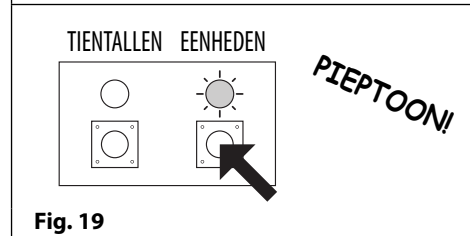

Fig. 19
2. Gebruik de knoppen 'eenheden' om de unit-ID in te stellen; om de unit-ID bijvoorbeeld op 5 te zetten moet u 5 keer op de knop 'eenheden' drukken (telkens nadat u op de knop hebt gedrukt, hoort u een bevestigingstoon en de gele LEDs 'eenheden' knipperen), zie **Fig.19**.